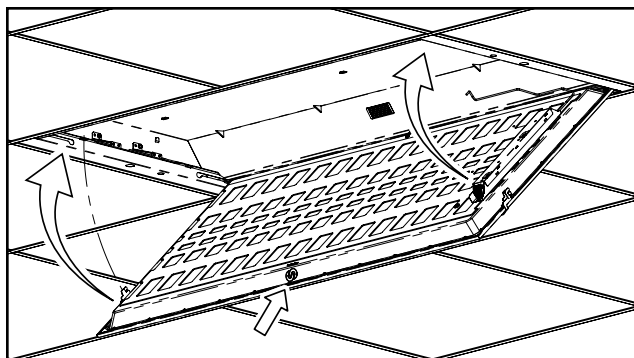

Figure 17.
17. La lentille du panneau DEL (C) étant dirigée dans la direction opposée à vous, prenez les coins inférieurs gauche et droit et commencez à les soulever vers le plafond. Exercez une légère pression afin que les vis d'épaulement aux coins opposés demeurent à l'extrémité des rainures de clavette du rail d'ancrage (A) (fig. 17).